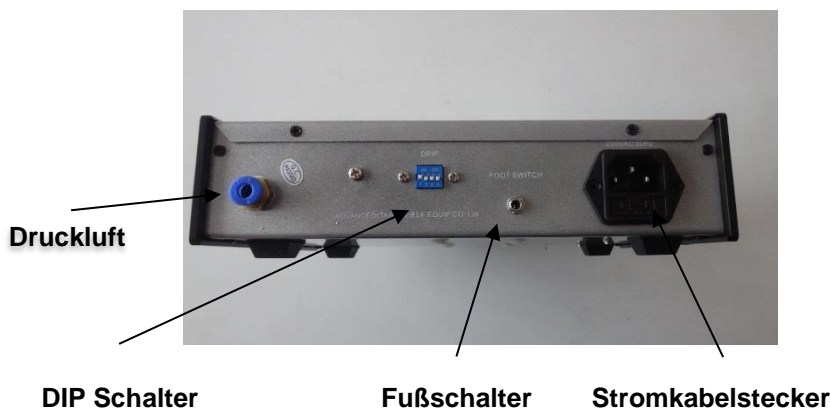

Bild 2: Rückfront SDT-DG-5
- Anschluss der Gerätekabel an der Rückseite des Gerätes (Bild 2, Anschluss 220 V)
- Druckluftschlauch an Steckverbindung Drucklufteingang (Bild 2, Drucklufteingang) an der Rückseite des Gerätes bis zum Anschlag einstecken und an eine ölfreie Druckluftquelle anschließen.
- Einstecken des Steckers des Fußschalters in der Buchse 3,5 Foot Switch (Rückseite des Gerätes Bild 2)
- Druckluftschlauch 6/4 mm von Kartuschenadapter an Druckluftausgang (Bild 2) an anschließen
- Druckluftschlauch von Schlauchverbindung Druckluftausgang (Bild 2, Druckluftausgang) an den Druckluftergang des pneumatischen Ventils anschließen (siehe Bedienungsanleitung pneumatisches Quetschventil)